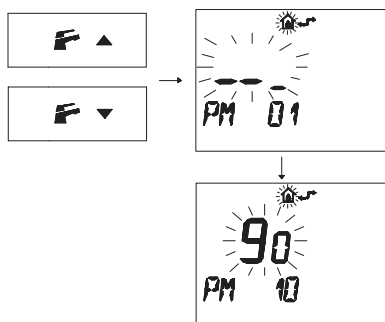

Figura 5.48
- Premere i pulsanti **F** ▼ o **F** ▲ per visualizzare la programmazione "PM10" selezione della frequenza di accensione (Figura 5.48).
Nella Figura 5.48 si visualizza un SET programmato di **90** corrispondente ad un tempo di riaccensione di 3 minuti circa.